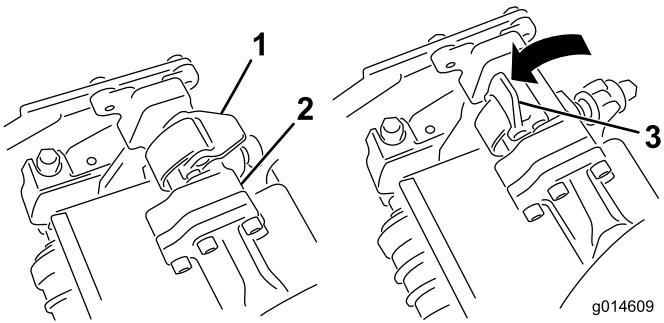
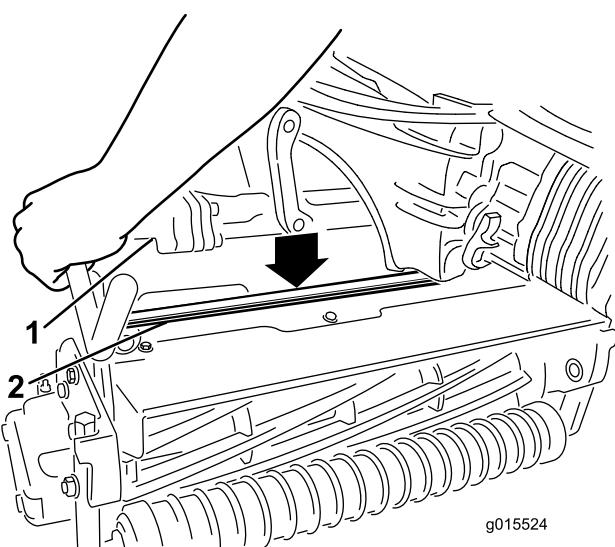

Figura 13
Figura 14
- Con los enganches del brazo de suspensión orientados hacia arriba (es decir, abiertos) (Figura 13), empuje hacia abajo el brazo de suspensión de modo que la barra encaje en la barra situada en la parte superior de la unidad de corte (Figura 14).
- Presione los enganches hacia abajo alrededor de la barra de la unidad de corte y bloquéelas (Figura 13).